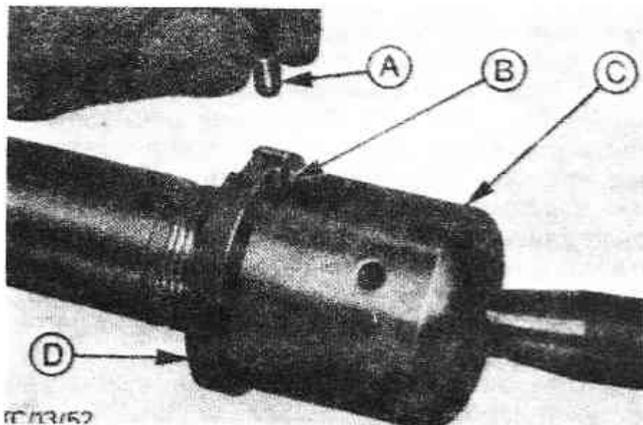

Рис. 11.49. Закрепление шарового шарнира рулевой тяги (Разд.35)
40. Установите в отверстие новый штифт и расклепайте его конец, чтобы закрепить в отверстии (Рис. 11.49).